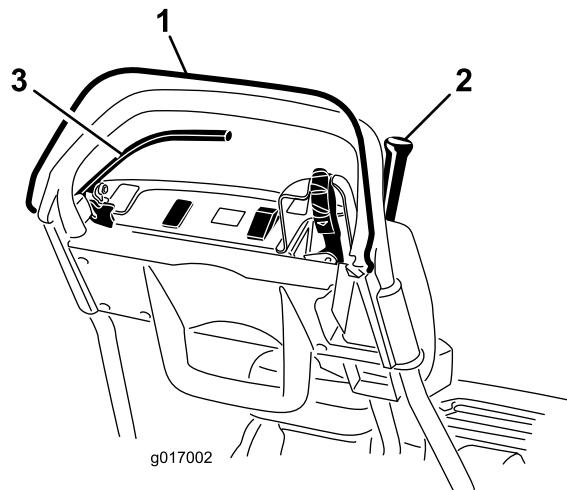

图27
3. 放开操作员到位控制装置后，尝试接合牵引杆（图27）。牵引杆应该不能接合。如果牵引杆能够接合，则需要对联锁系统进行维修。请在操作之前解决该问题。请参阅 维护牵引联锁开关（页码 26）。
4. 压下操作员到位控制装置并接合牵引杆，然后松开操作员到位控制装置（图27）。牵引杆应脱离。如果牵引杆不能分离，则需要对联锁系统进行维修。请在操作之前解决该问题。请参阅 维护牵引联锁开关（页码 26）或 调整驱动控制装置（页码 29）。
5. 压下操作员到位控制装置并将换档控制杆移至左侧，接合牵引和滚刀驱动装置，然后松开操作员到位控制装置（图27）。牵引杆应脱离。如果牵引杆不能分离，则需要对联锁系统进行维修。请在操作之前解决该问题。请参阅 维护牵引联锁开关（页码 26）、调整驱动控制装置（页码 29）或 调整滚刀控制装置（页码 29）。
6. 压下操作员到位控制装置并将换档控制杆移至右侧，接合牵引和滚刀驱动装置，将换档控制杆移至右侧，分离滚刀驱动装置（图27）。滚刀驱动装置应分离。如果牵引杆不能分离，则需要对联锁系统进行维修。请在操作之前解决该问题。请参阅 调整滚刀控制装置（页码 29）。
2. 压下操作员到位控制装置，接合牵引杆并使发动机控制装置处于启动位置（图27）。尝试启动发动机。发动机不应启动。如果发动机启动了，则需要对联锁开关进行维修。请在操作之前解决该问题。请参阅 维护牵引联锁开关（页码 26）。
2. 分离牵引杆，接合刹车并使发动机控制装置处于启动位置（图27）。尝试启动发动机。发动机应该能够启动。如果发动机没有启动，则需要对联锁开关进行维修。请在操作之前解决该问题。请参阅 维护刹车联锁开关（页码 27）。
3. 发动机运行时，接合刹车（而非手刹），压下操作员到位控制装置并接合牵引杆（图27）。发动机应慢慢减速，但不应熄火。如果发动机快速熄火，则需要对联锁开关进行维修。请在操作之前解决该问题。请参阅 维护刹车联锁开关（页码 27）。
4. 发动机运行时，接合手刹锁定装置，压下操作员到位控制并接合牵引杆（图27）。发动机应该熄火。如果发动机没有熄火，则需要对联锁开关进行维修。请在操作之前解决该问题。请参阅 维护刹车联锁开关（页码 27）。